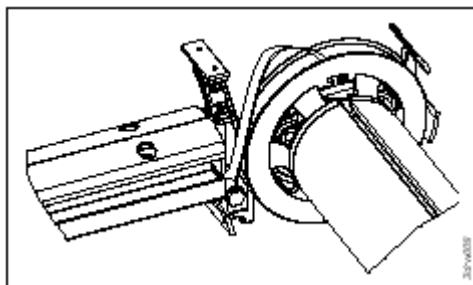

Bild 1: Ein- und Aushängen Texband
- Hängen Sie die alten Zugbänder aus den Zugscheiben aus (Bild 1). Sicherungs-Bandfeder in der Zugscheibe vorsichtig nach unten drücken mit einem Schraubendreher.
- Hängen Sie den kleinen Metallstift in die Ausklindung der Zugscheiben ein (Bild 1).